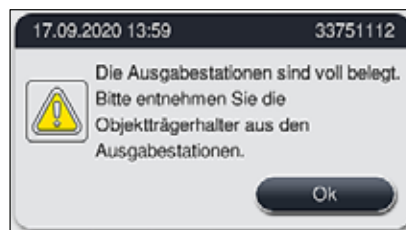

Abb. 90
- Spätestens wenn die Warnmeldung erfolgt, dass die Ausgabestation voll belegt ist (→ "Abb. 90"), muss die Ausgabeschublade geöffnet und die Objektträgerhalter entnommen werden. Bei Nichtbefolgung der Warnmeldung kann kein weiterer Objektträgerhalter in die Ausgabestationen transportiert werden. Es kann durch abweichende Schrittzeiten und Verzögerungen im Färbeprozess zu veränderten, evtl. nicht auswertbaren, Färbergebnissen kommen.